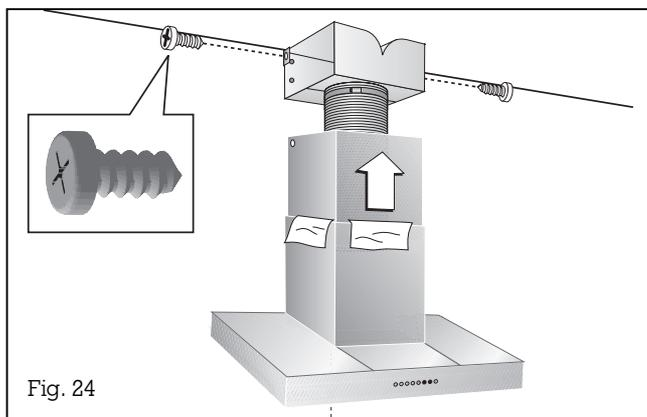

Fig. 24
- Tirate la parte superiore del camino verso l'alto collocandola nella posizione finale e fissatela con 2 viti sul supporto soffitto (Fig. 24).